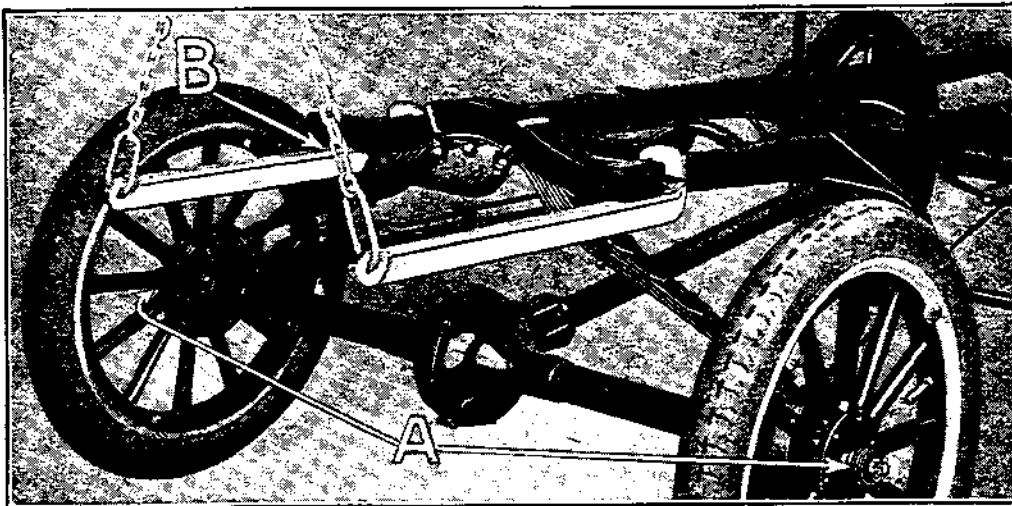

Fig. 53
a) Démontez les chapeaux de roues et dévissez les écrous de fusées. (Voir A, fig. 53.)